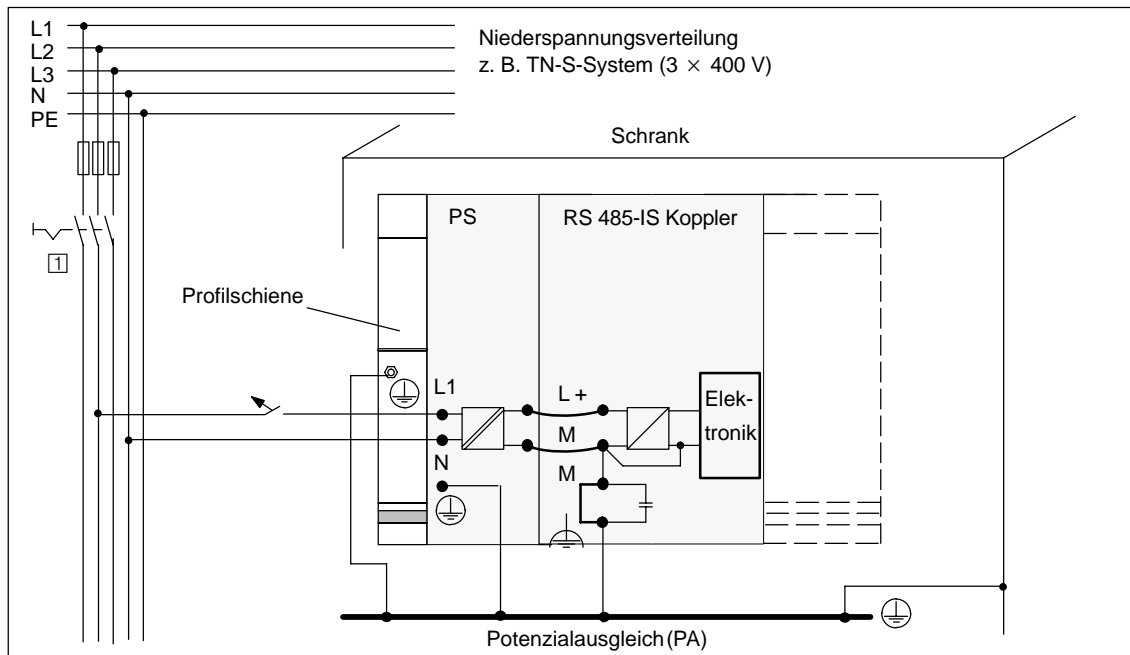

Bild 3 RS 485-IS Koppler an geerdeter Einspeisung betreiben
- Hauptschalter (Im Bild 3, ): DIN VDE 0100 Teil 460
- Trenner (Im Bild 3, ): DIN VDE 0113 Teil 1
Bild 3 zeigt die Stellung des RS 485-IS Kopplers im Gesamtaufbau bei Einspeisung aus einem TN-S-Netz. Beim Aufbau des RS 485-IS Kopplers mit geerdetem Bezugspotential werden auftretende Störströme zum Schutzleiter abgeleitet.